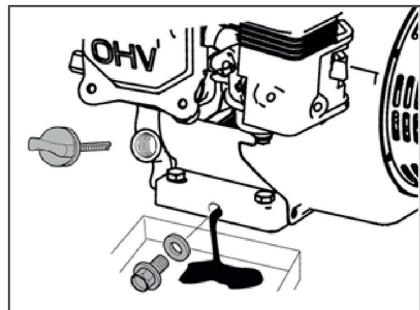

Рис. 13. Замена моторного масла
3. Очистите от загрязнений зону вокруг маслозаливной горловины. Извлеките щуп из маслозаливной горловины и протрите его чистой ветошью (Рис. 13).
4. Выхрните болт отверстия для слива масла и спейте отработанное масло в подготовленную для этого емкость (Рис. 13).